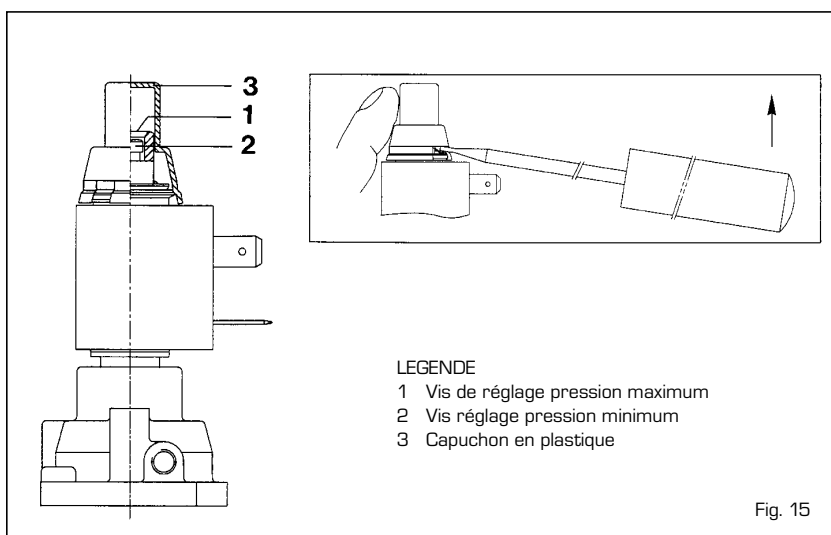

Fig. 15
ATTENTION: Pour effectuer la vérification des pressions maximum et minimum, en laissant en place le capuchon (3 fig. 15) du modulateur, monter le manomètre suivant les indications reportées sur la fig. 14/a. Pour effectuer le calibrage débranchez la prise VENT de la chambre étanche.
4.1.2 Réglage de la pression minimum au brûleur (fig. 15)